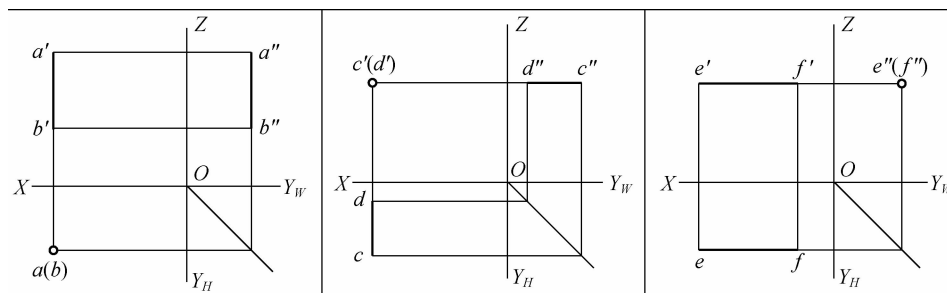

图 1-2-7 投影面垂直线投影特性
- (2) 投影面垂直线:一个点,两条平行投影轴的实长线,如图 1-2-7 所示。